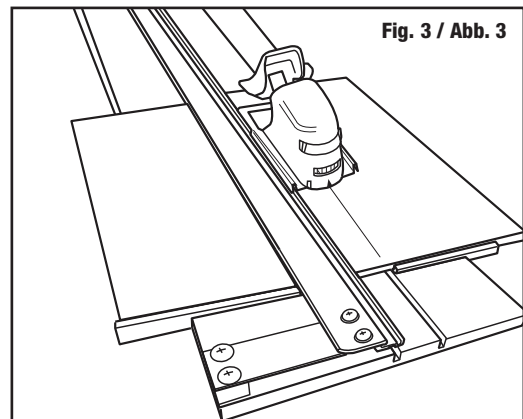

Fig. 3 / Abb. 3
1. Insertar el cabezal en el carril de guía de la tabla **(Fig. 3)**.
2. Substraer 3 cm del valor indicado en la escala de la barra de medir o marcar el cartón pluma en el sitio donde se quiere cortar **(Fig. 3)**.
2. Entweder 3 cm vom an der Skala angezeigten Maß abziehen oder die Leichtschaumplatte dort markieren, wo der Schnitt beginnen soll. Pfeil im vorderen Teil des Schrägschneiders an der Markierung anlegen und schneiden **(Abb. 3)**.